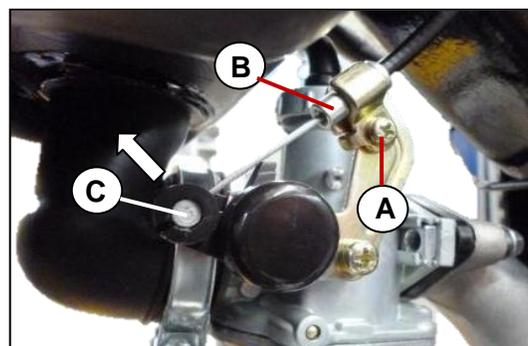

Fig. 8.60
- Retire la cabeza inferior del cable del choke [C]. Fig. 8.60